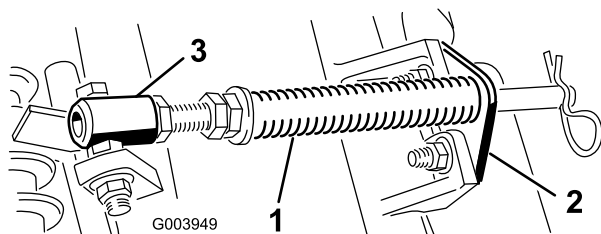

Figura 4
- A. Retire los 2 pernos de cuello cuadrado y las tuercas que sujetan el soporte de la varilla a las pestañas de la unidad de corte (Figura 4).
- B. Retire la tuerca con arandela prensada que fija el perno del tubo del muelle a la pestaña del bastidor de tiro (Figura 4), y retire el conjunto.
Nota: Coloque la cabeza del perno en el exterior de la pestaña, según se muestra en Figura 4.